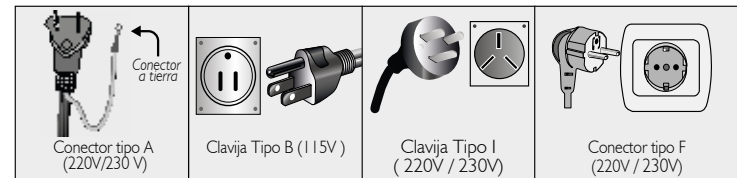

Figura 3
- Conecte el cable de alimentación del refrigerador de toma corriente. Verifique que el toma corriente cuente con una descarga a puesta tierra.(Ver figura 3).